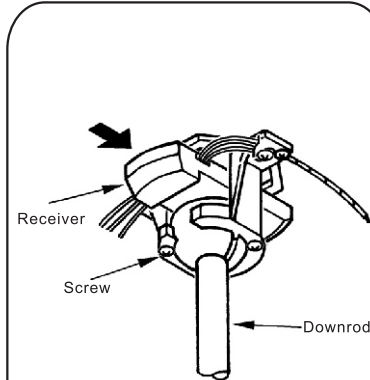

Fig.16
Paso 1. Instale el receptor en la abrazadera de montaje, el lado plano debe quedar hacia arriba.(Fig.16)